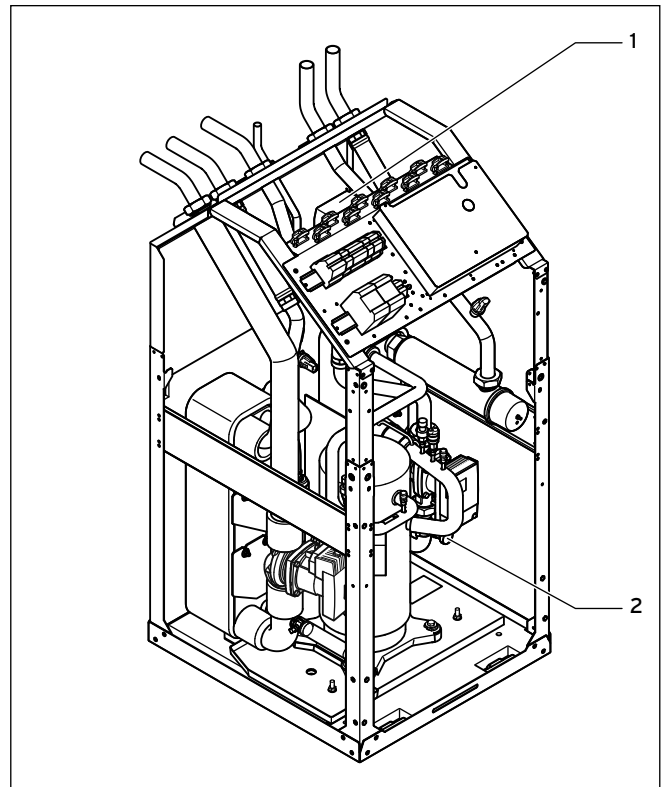

Abb. 6.1 Umschaltventil Heizung/Speicherladung und Füll- und Entleerungsventil des Heizkreises
- Nehmen Sie dazu die Schraubkappe am Füll- und Entleerungsventil des Heizkreises (→ **Abb. 6.1, Pos. 2**).ab